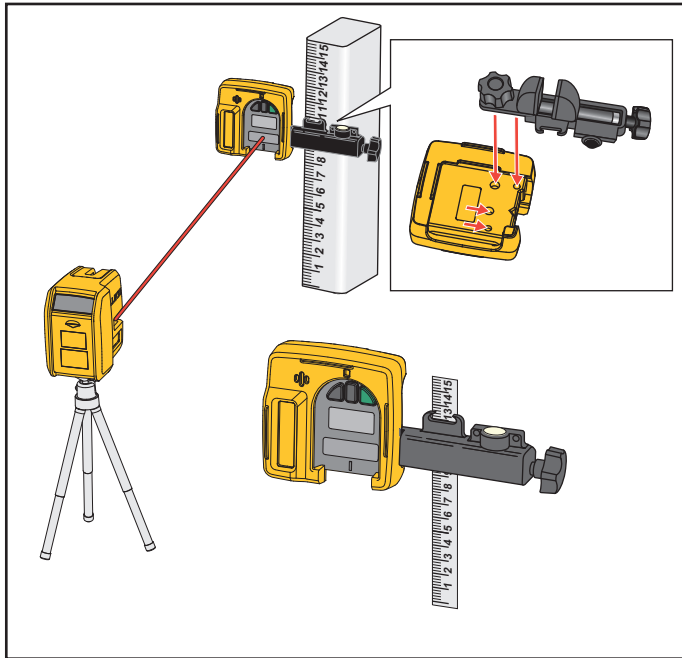

Figura 3. Nivel y Detector
3. Gire el nivel láser y el Detector y dirija el láser hacia la ventana de recepción del Detector. Consulte la figura 3.